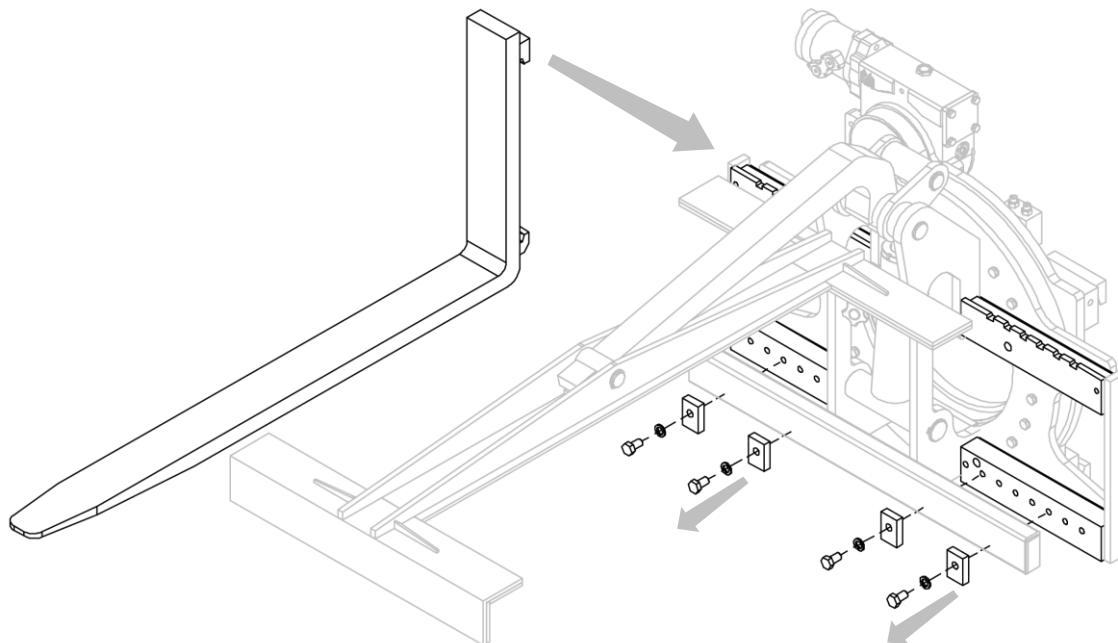

Figura 11
1. Coloque las horquillas en la posición deseada después de desenroscar los topes (mira *Figura 11*).